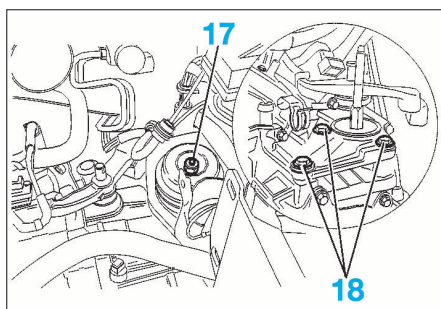
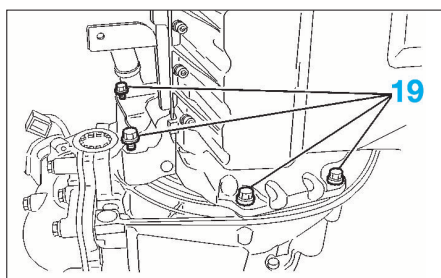

FIG. 11
FIG. 12
- l'écrou d'axe de boîte (17) (Fig.11).
- les 3 vis (18) du support d'axe de boîte.
- les vis de fixation inférieures de la boîte sur le moteur (19) (Fig.12).